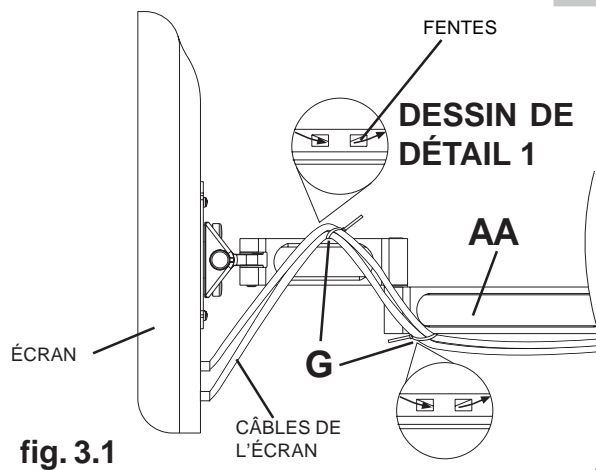

fig. 3.1
- 3** Faire passer les attaches de câbles (G) à travers les fentes du support mural (AA) comme illustré dans le dessin de détail 1. Fixer l'écran au support mural (AA) en resserrant les attaches de câbles (G) autour du câble de l'écran comme illustré à la fig. 3.1.